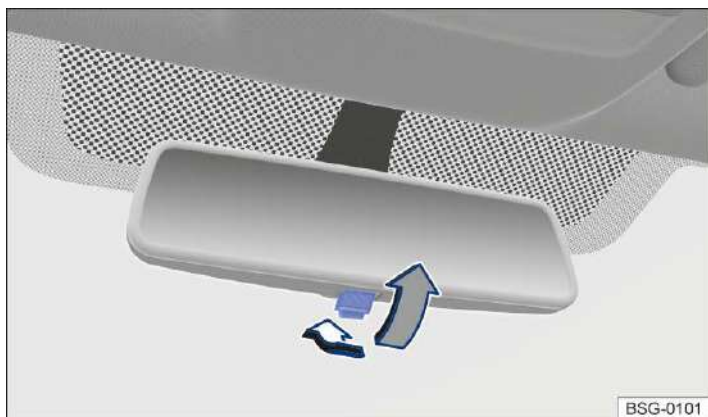

Abb. 2 An der Frontscheibe: Manuell abblendbarer Innenspiegel.
- Zum Abblenden Hebel nach hinten ziehen → *Abb. 2*.